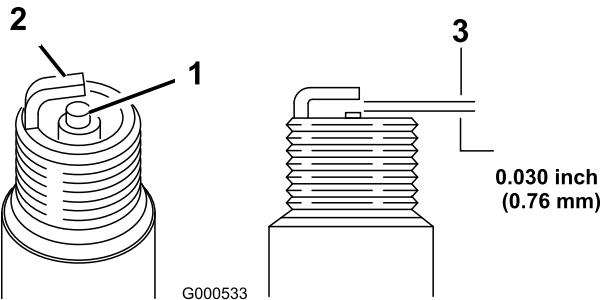

図 21
- 電極間のすき間を 0.76 mm に調整する 図 21。